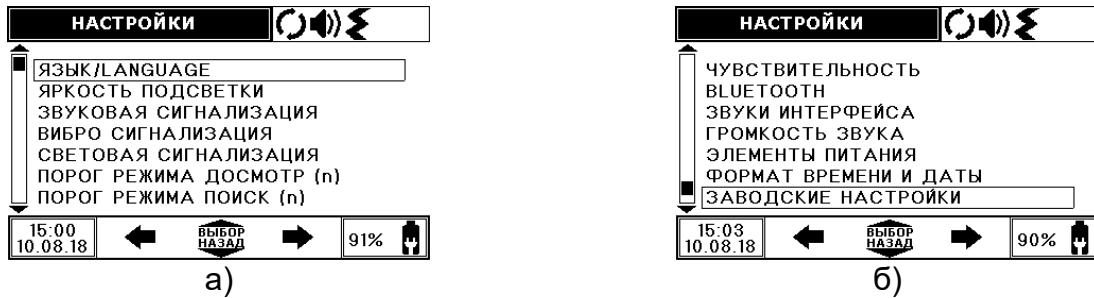
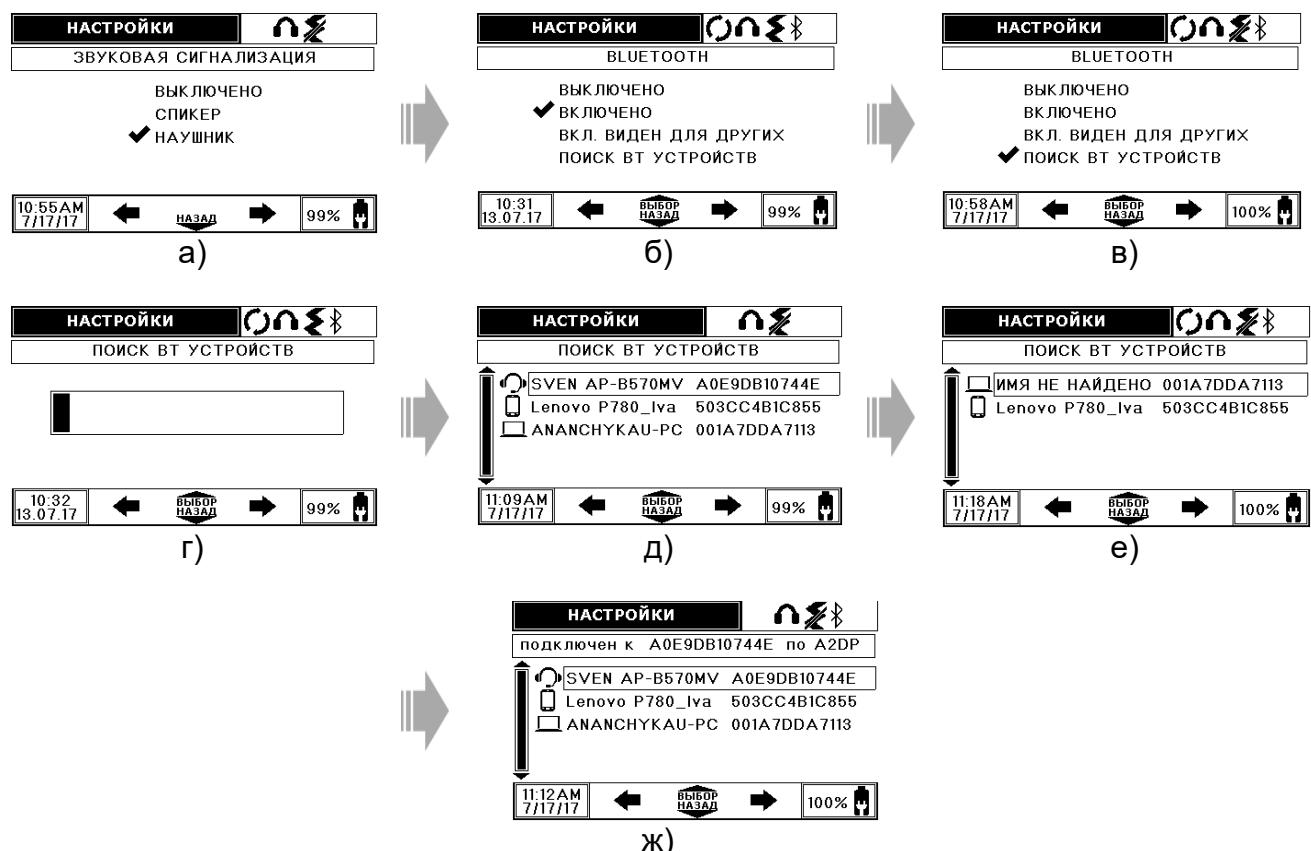

Рисунок 2.13 – Меню режима настроек
Рисунок 2.15 – Установка Bluetooth-соединения с гарнитурой
, при этом на ЖКИ отобразится меню режима настроек (рисунок 2.13 а - б)). Перемещение по меню режима Настройки, а также изменение числовых значений осуществляется кнопками и , выбор и подтверждение действия – кнопкой
Bluetooth-гарнитура используется для беспроводной передачи радиосигнала звуковой сигнализации. Для установления связи с Bluetooth-гарнитурой необходимо (рисунок 2.15):
- в меню режима настройки ЗВУКОВАЯ СИГНАЛИЗАЦИЯ выбрать НАУШНИК – в верхнем правом углу отобразится значок наушников (рисунок 2.15 а));
- далее в меню режима настройки BLUETOOTH выбрать ВКЛЮЧЕНО, после чего в верхнем правом углу появится мигающий значок (рисунок 2.15 б)) и прибор вернется в меню режима настройки (рисунок 2.13);
- войти в меню режима настройки BLUETOOTH кнопкой и выбрать ПОИСК ВТ УСТРОЙСТВ (рисунок 2.15 в)), на ЖКИ прибора запустится индикация поиска устройств (рисунок 2.15 г)) и появится список всех найденных устройств (рисунок 2.15 д));
- наименование Bluetooth-устройств состоит из двух частей: имя (Sven AP-B570MW) и MAC-адрес (A0E9DB10744E). Если имя устройства не определилось по запросу, то оно идентифицируется как ИМЯ НЕ НАЙДЕНО (рисунок 2.15 е));
- кнопками перемещения по меню и выбрать из списка (рисунок 2.15 д)) устройство Sven AP-B570MW A0E9DB10744E и подтвердить действие кнопкой ;
- прибор подключится к выбранным наушникам и выдаст сообщение в верхней строке ПОДКЛЮЧЕН К A0E9DB10744E (рисунок 2.15 ж));
- в меню режима настройки ЗВУКОВАЯ СИГНАЛИЗАЦИЯ выбрать НАУШНИКИ – в верхнем правом углу отобразится значок наушников  (рисунок 2.15 а));
- далее в меню режима настройки BLUETOOTH выбрать ВКЛЮЧЕНО, после чего в верхнем правом углу появится мигающий значок  (рисунок 2.15 б)) и прибор вернется в меню режима настройки (рисунок 2.13);
- далее в меню режима настройки BLUETOOTH выбрать ВЫКЛЮЧЕНО, после чего в верхнем правом углу перестанет мигать значок  (рисунок 2.15 б)) и прибор вернется в меню режима настройки (рисунок 2.13).